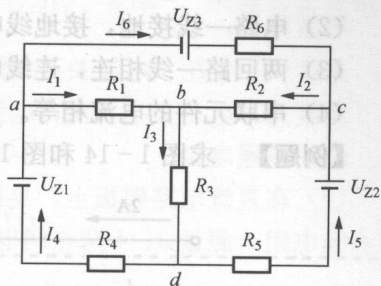

图 1-13 电路图
(1) 按图 1-13 接线。
(2) 分别在各支路中串入电流表，将数据记入表 1-1 中。
- (1) 按图 1-13 接线。
- (2) 分别在各电阻两端并接电压表, 将数据记入表 1-3 中。